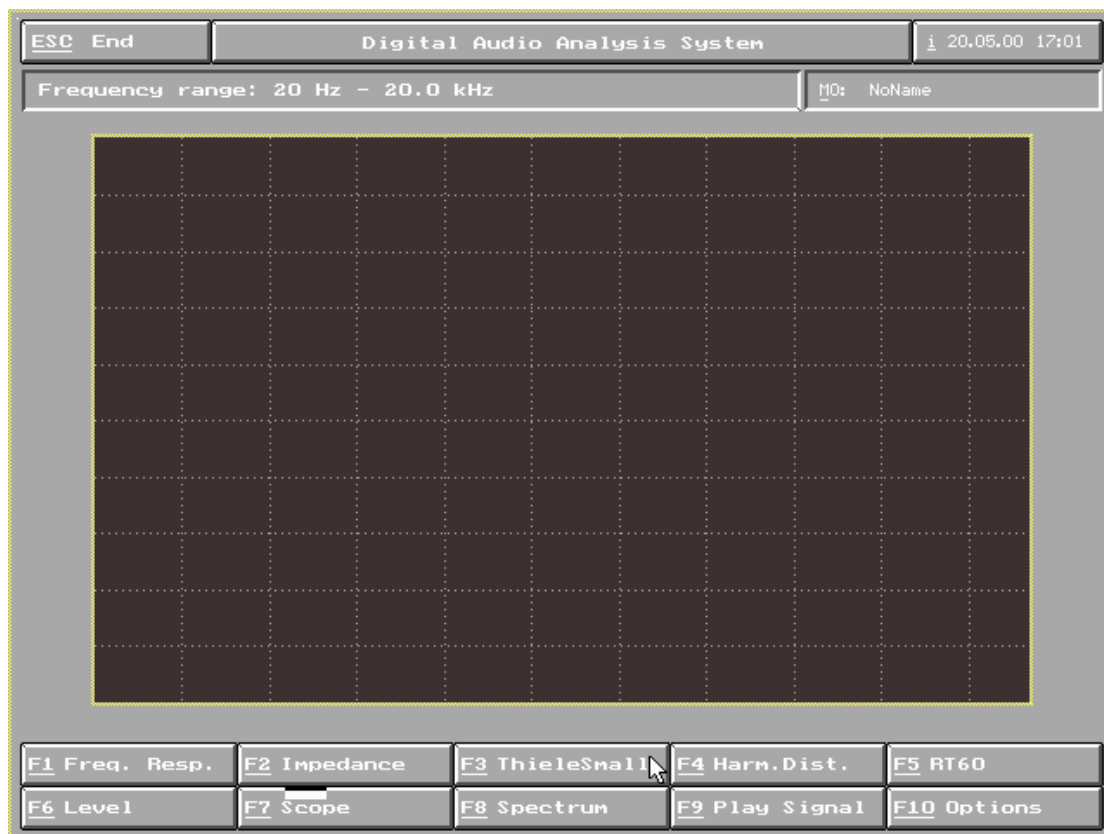

图 23
1) 在主菜单中选择 F3 Thiele small (图 23)